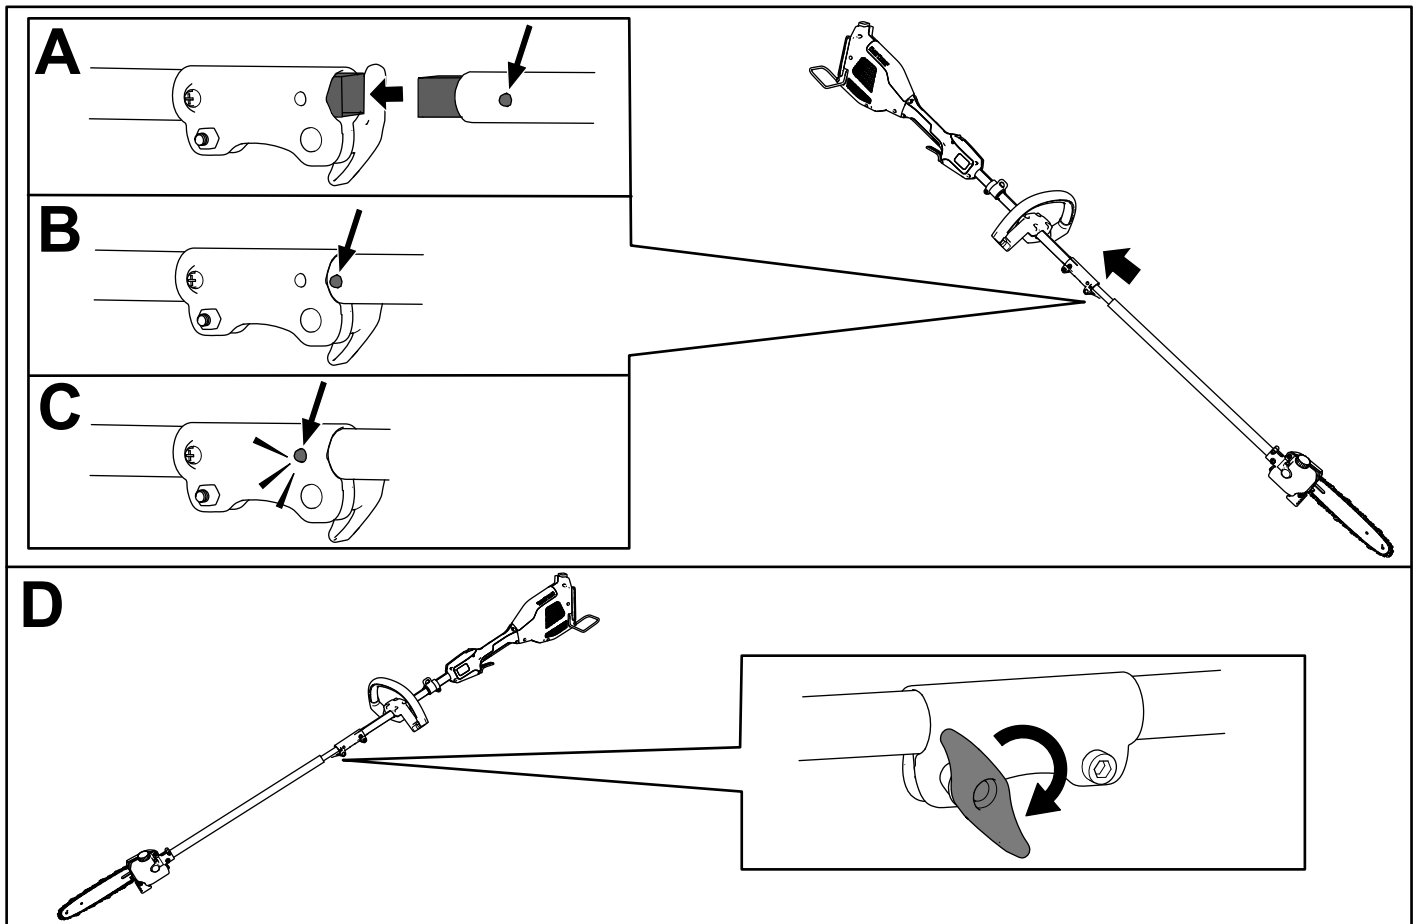

Figura 4
1. Instale el tubo cuadrado del accesorio en el tubo cuadrado de la unidad de potencia (Figura 4, A).
2. Alinee el botón de bloqueo de la barra inferior con el orificio ranurado de la barra superior, y junte las dos barras (Figura 4, B y C).
Nota: El botón de bloqueo encaja en el orificio ranurado al juntarse las barras (Figura 4, C).
3. Usando la maneta, apriete el tornillo del conector de la barra hasta que quede firme (Figura 4, D).